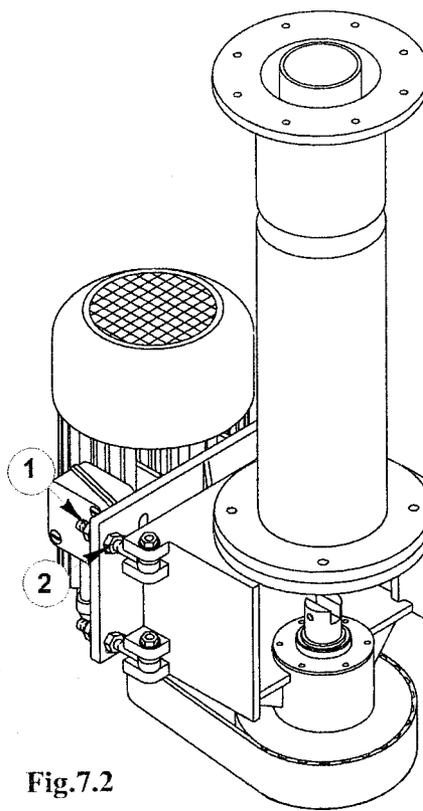

Fig.7.2
- **Cinghia di trasmissione (Fig. 7.2)**